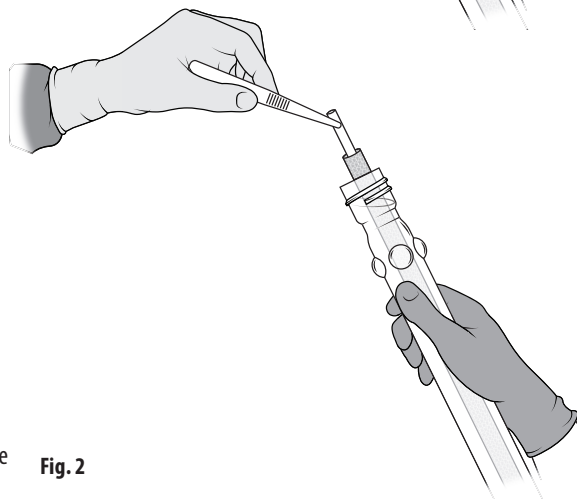

Fig. 2
- O mandril flutuará acima da abertura do tubo. Retirar asépticamente a prótese do tubo segurando a extremidade do mandril e elevando-a cuidadosamente para fora do tubo. Fig. 2. Não permitir que a prótese toque na borda superior exterior do tubo. O "T" no fundo do mandril impedirá que o enxerto deslize do mandril.